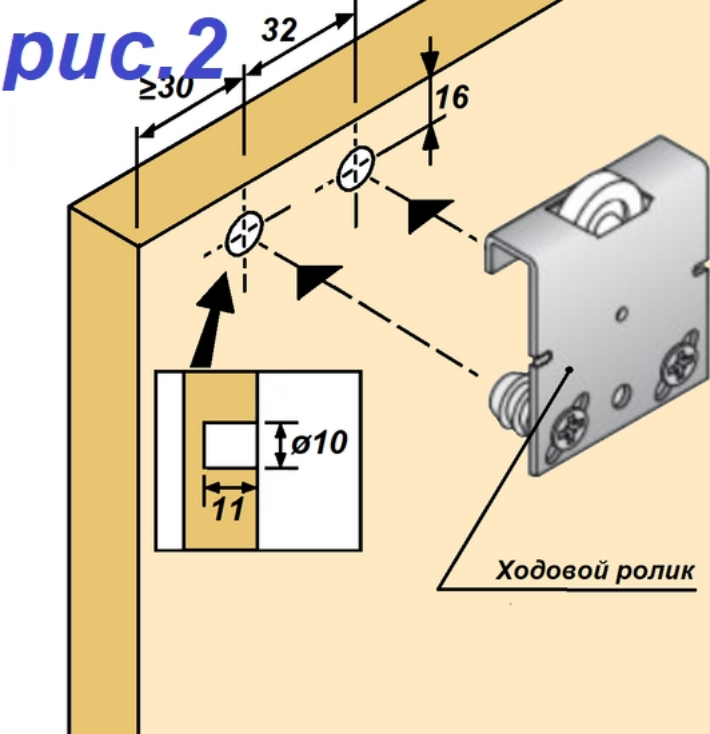

рис.3
- Первыми навешиваются задние двери на дальний ползок верхней направляющей, при этом ходовые ролики должны попасть в дальнюю канавку. В такой же последовательности устанавливается передняя дверь, но в ближайший ползок верхней направляющей, а ходовые ролики в ближайшую канавку. (рис.3,5).
- На задние двери устанавливается стопор амортизирующий для предотвращения полного перемещения задней двери относительно передней. Стопор амортизирующий устанавливается на ходовой ролик при помощи винта-фиксатора М4х14. (рис.3,4). На ходовых роликах, где не предусмотрены стопоры ввинчивается стопорный винт для предотвращения непреднамеренного снятия двери.